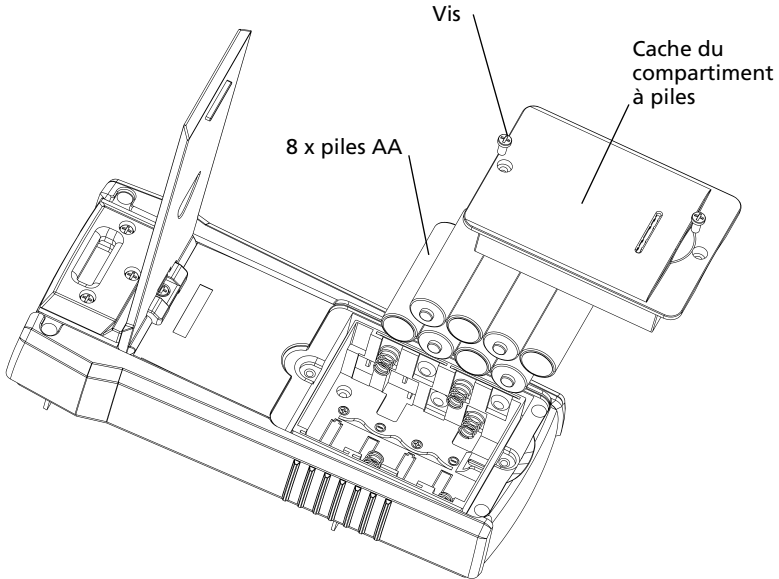

Figure 5.1a : Changer les piles du transmetteur
3. Retirez le couvercle des piles (Figure 5.1a).